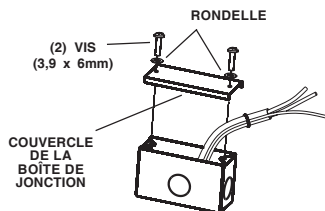

Fig.8
• 120 VAC (figure 8)
3. Installer le couvercle de la boîte de jonction et fixez-le avec (2) vis 3,9 x 6 mm et (2) rondelles. Assurez-vous que les câbles ne sont pas coincés entre le couvercle et la boîte.